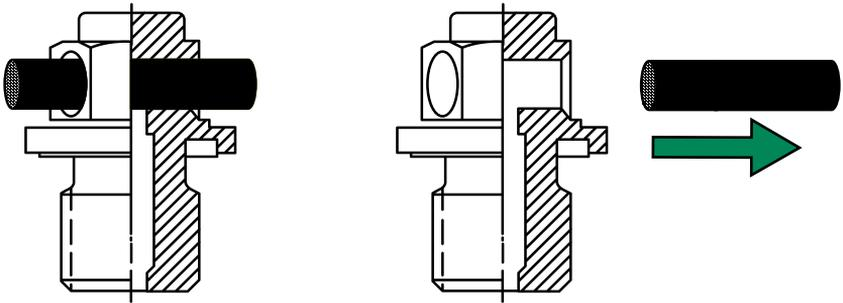

Fig. 9.1
9.1 LA TIRA DE GOMA (RUBBER) DEBE SER RETIRADA DEL TAPÓN DE VENTEO DEL REDUCTOR, ANTES DE PONER EN FUNCIONAMIENTO EL VENTILADOR (FIG. 9.1)